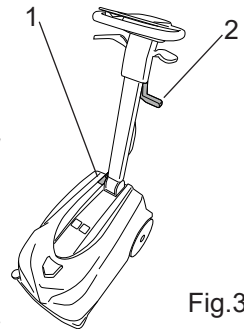

Fig.3
- Släck maskinen med huvudströmbrytaren (bild 3-ref.1).
- Lyft gummiskrapan med hjälp av spaken (bild 3-ref.2).